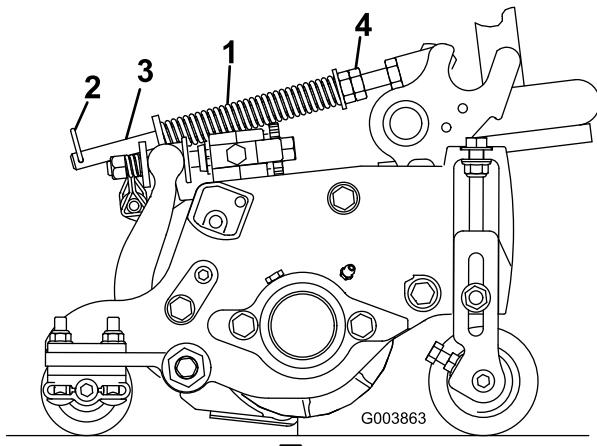

图16
草坪补偿弹簧（图16）可将重量从前滚筒转移至后滚筒。这有助于减少草坪的波动图形，也称为波浪形或摆动形。
- 确保发卡销安装在弹簧杆的后孔内（图16）。
- 拧紧弹簧杆前端的六角螺母，直至 127mm 滚刀组压缩后的弹簧长度为 127mm（178mm 滚刀组压缩后的弹簧长度为 159mm）（图16）。